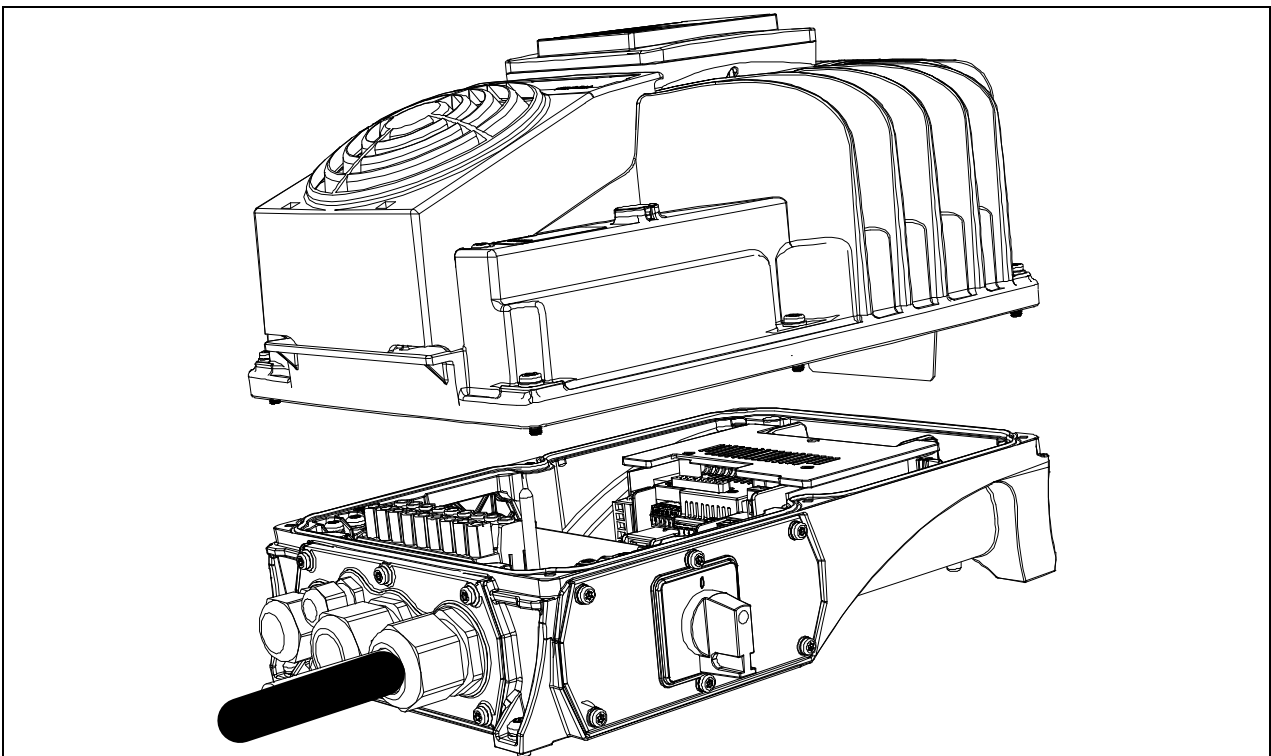

Рисунок 51. Установите силовую головку на клеммную коробку.
- Установите силовую головку на клеммную коробку с помощью винтов: процесс установки завершен. Смотрите Рис. 51.